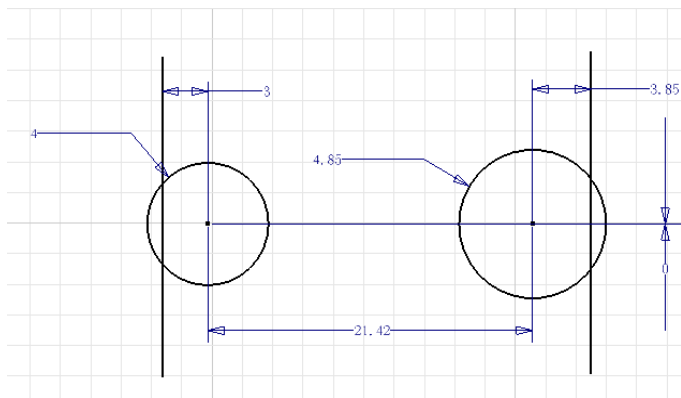

图 6-33 绘制直线并标注尺寸
②单击【草图】标签栏【绘图】面板的【直线】工具按钮，绘制两条竖直方向的直线。注意绘制时可以移动鼠标，当鼠标指针旁边出现竖直符号时，既说明此时直线是竖直方向的，创建即可。直线的位置和标注如图 6-33 所示。